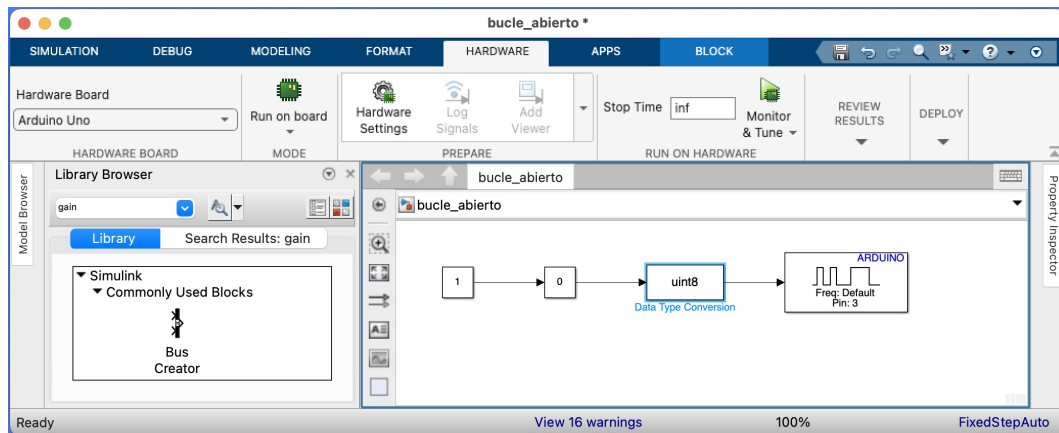

Figura 4: Control de la velocidad en bucle abierto.
5. Se conecta *Constant* con *Slider Gain*, éste a su vez, con el bloque *Convert* y este último al bloque *PWM*. Ver figura 4.